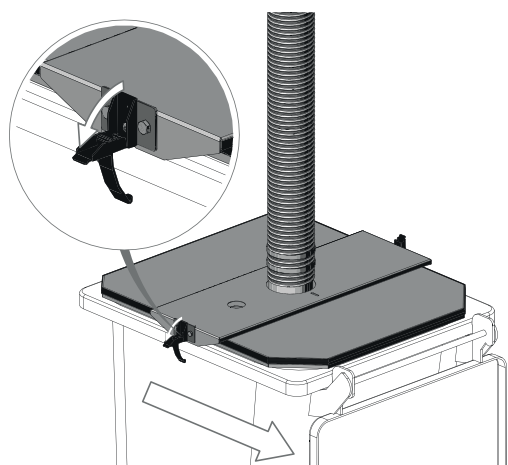

Fig. 58 Aprire le chiusure a staffa di fissaggio e rimuovere il bidone raccogli cenere
- ▶ Aprire entrambe le chiusure a staffa di fissaggio e rimuovere il bidone raccogli cenere – Fig. 58.